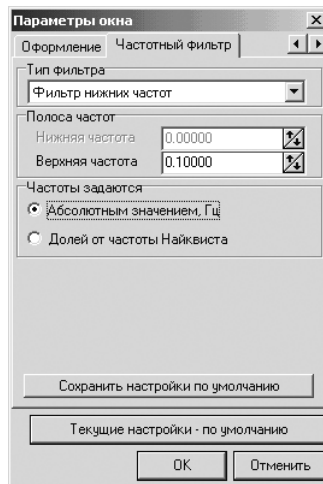

Рис. 1.137. Диалоговое окно **Параметры окна** с открытой вкладкой **Частотный фильтр**
- щелкните в диалоговом окне **Параметры окна** по вкладке **Частотный фильтр**. Она откроется, см. рис. 1.137;